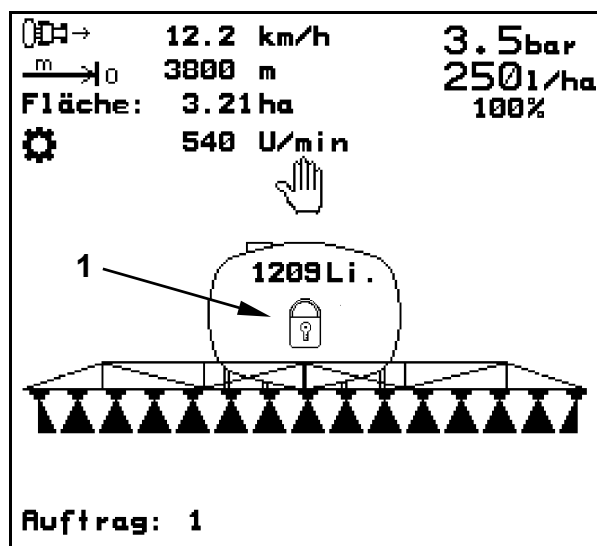

Bild 110
- Svängningsdämpningen (Bild 109/1), är låst då man i **AMATRON+** displayen ser en stängd hänglås-symbol (Bild 110/1).
Med låst svängningsdämpning visas i **AMATRON+** displayen en stängd hänglås-symbol (Bild 110/1).